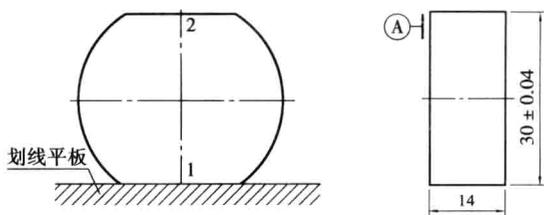
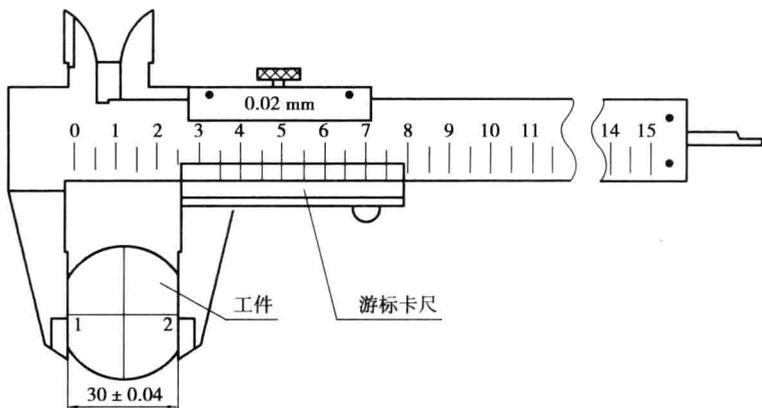

图 1.4 加工 2 面
图 1.5 游标卡尺测量
②在面 1 加工完成达到要求后, 以面 1 为基准, 先将工件放到划线平板上, 用高度划线尺划出 30 mm 高度线条, 然后锉削加工到划线处作为面 2, 如图 1.4 所示, 再精加工达到平面度和与大面 A 的垂直度, 且与面 1 达到平行度要求, 用游标卡尺控制尺寸达到 30 ± 0.04 mm, 如图 1.5 所示。